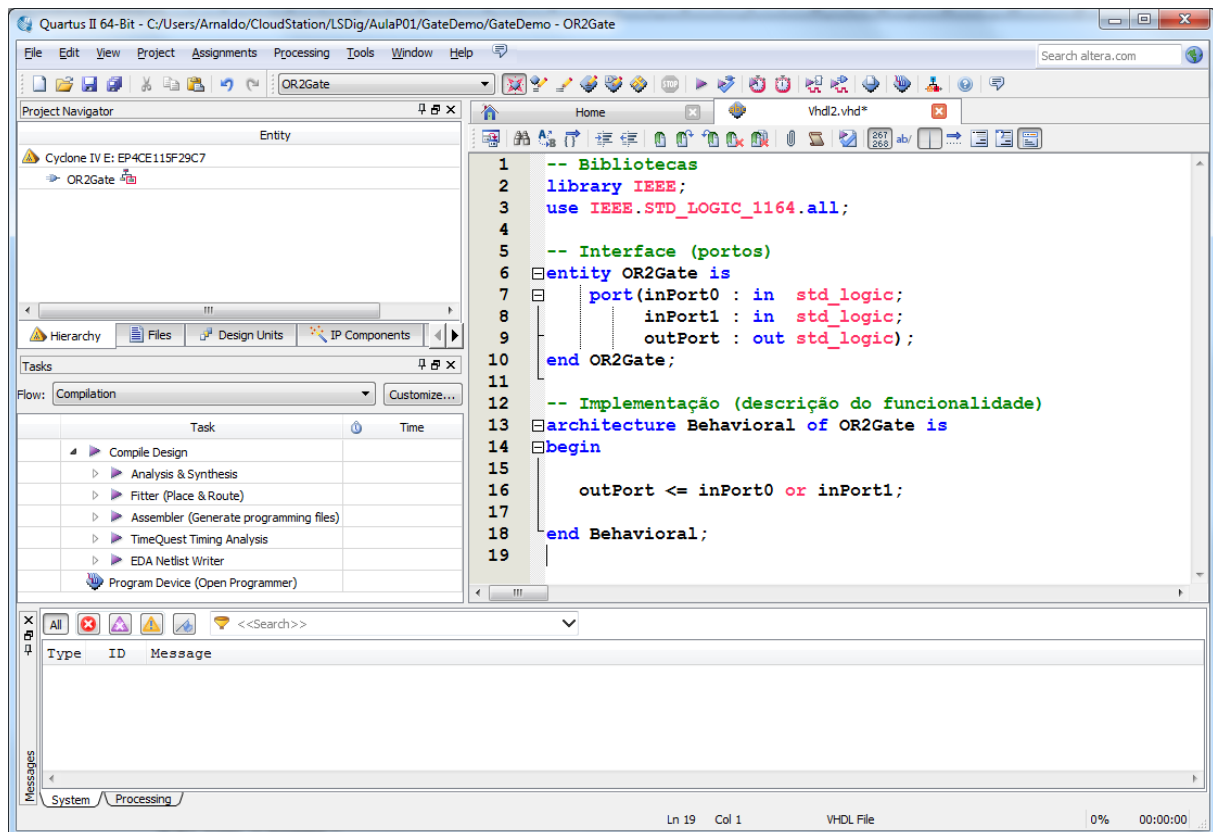

Figura 10 – Código fonte da porta lógica OR de 2 entradas (“OR2Gate.vhd”).
4. Introduza no ficheiro que acabou de criar o código VHDL correspondente a uma porta lógica OR de 2 entradas (mostrado na Figura 10).